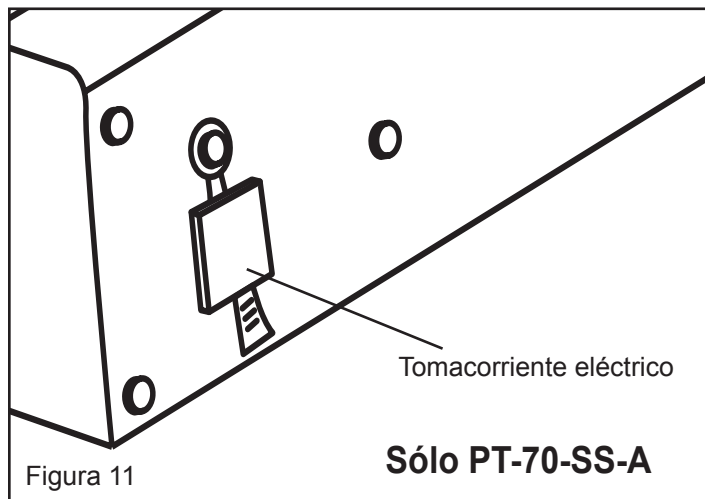

Figura 11
- Nunca enchufe un aparato eléctrico con una capacidad de más de 5 amperios en este tomacorriente (vea la Figura 11).